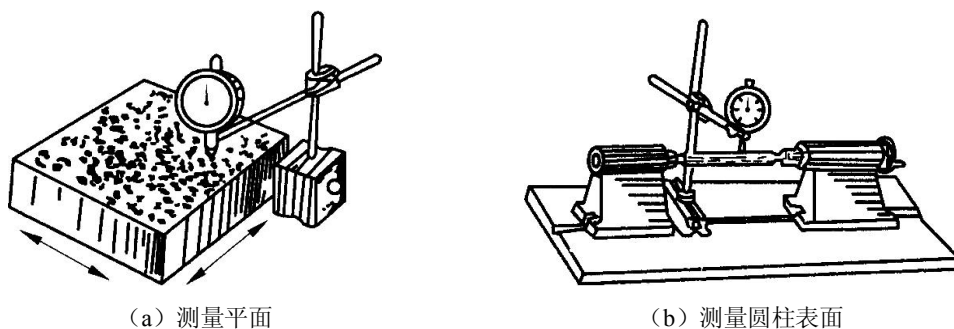

图 1-20 百分表的使用
(2) 测量前, 检查表盘、指针和测量头有无松动现象, 以及指针的灵敏性和稳定性。
(3) 测量时, 测量杆应垂直零件表面, 如图 1-20 (a) 所示。如要测圆柱表面, 测量杆还应垂直通过圆柱工件的中心线, 如图 1-20 (b) 所示。